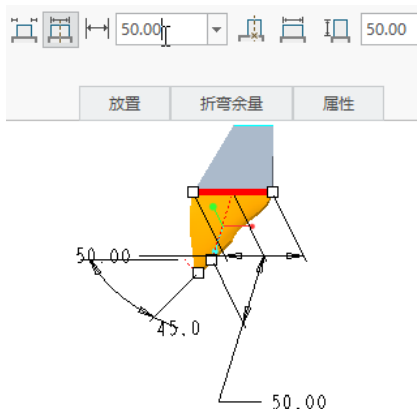

图 1-150 计算壁起始宽度方法二
- 当选中 （计算壁宽度并将其从扭转轴处向居中位置移动指定的尺寸）按钮时，此时在 （起始宽度）框中输入起始宽度值，如图 1-150 所示。如果要在基准点上定位扭转轴，则单击 （将基准点设置为扭转轴位置）按钮，并选择连接边上的基准点。